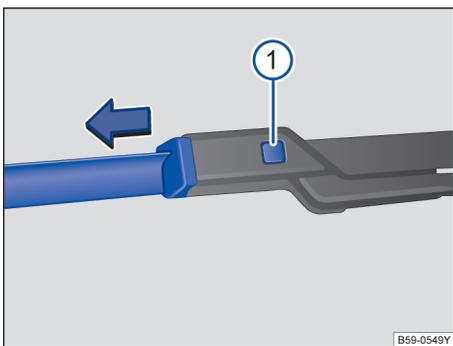

图 189 更换风窗刮水器刮水片
- 按住分离按钮→图 189 ① 同时沿图示箭头方向拉出刮水片。